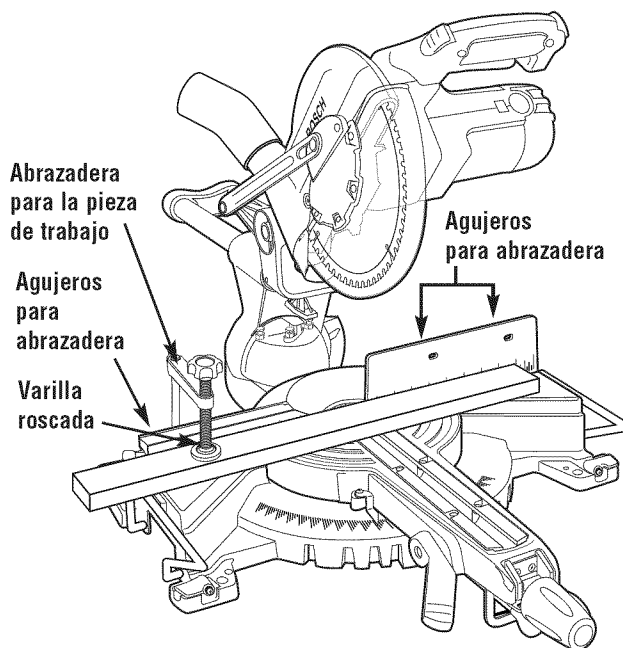

Figura 20. Abrazadera para la pieza de trabajo
Abrazadera para la pieza de trabajo: Esta abrazadera fija fácilmente una pieza de trabajo en cualquiera de los tres (3) agujeros para abrazadera ubicados detrás del tope-guía (Figura 20).